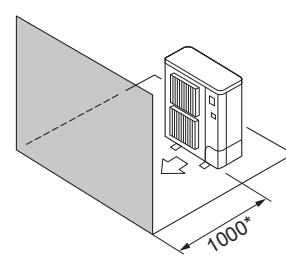

Fig. 2-6
- ④ Miejsce ograniczone tylko z przodu (Fig. 2-6)